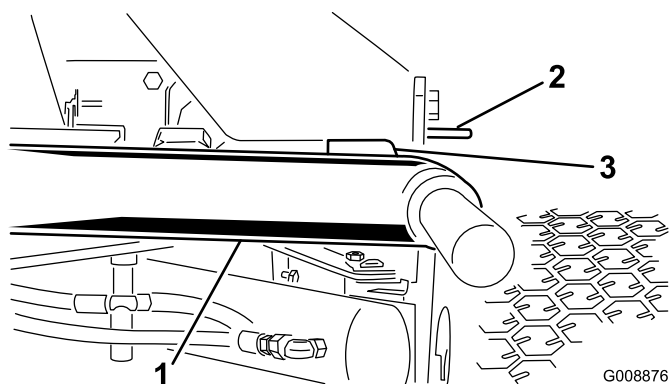

Figure 22
1. Mettez le moteur en marche, élevez les bras de relevage et vérifiez qu'un espace de 5 à 8 mm sépare chaque bras de relevage du support de la plaque de plancher (Figure 22).